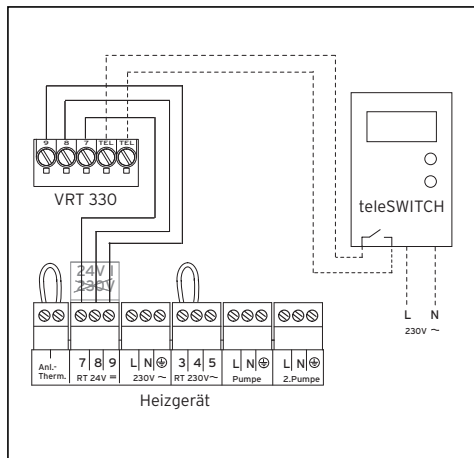

Abb. 10.1 Elektrischer Anschluss
- Führen Sie das Anschlusskabel durch eine Kabeldurchführung (4).
- Schließen Sie das Anschlusskabel gemäß Abb. 10.1 an.
- Setzen Sie den Regler (1) so auf den Wandschalter (5), dass die Stifte an der Rückseite des Oberteils in die Aufnahmen (2) passen.
- Schließen Sie den teleSWITCH wie in Abb. 10.1 dargestellt an. Beachten Sie auch die Anleitung des teleSWITCH.